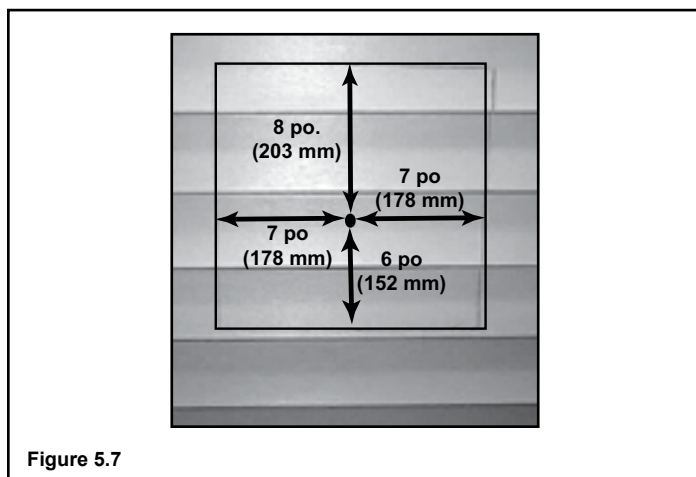

Figure 5.7
2. Le couvercle de terminaison HHW2 (Pièce N° 841-0670) est hautement recommandé sur un bâtiment au parements de vinyle, puisque l'écarteur du parement de vinyle est intégré. Le trou de guidage doit être 2 po (51 mm) plus près du bas du carré que du haut. En utilisant un cadre, dessiner un carré de 14 po x 14 po (356 mm x 356 mm) autour du trou de guidage dans le parement. Voir **Figure 5.7**.